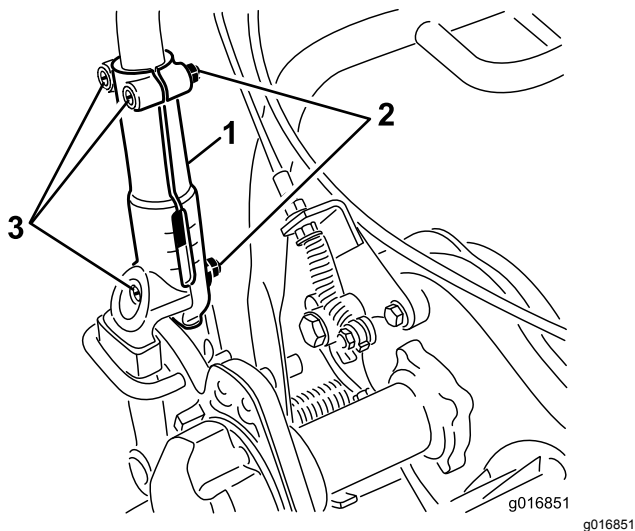

Рисунок 31
1. Ослабьте 3 каретных болта и гайки, которые фиксируют в зажимах каждую сторону рукоятки (**Рисунок 31**).